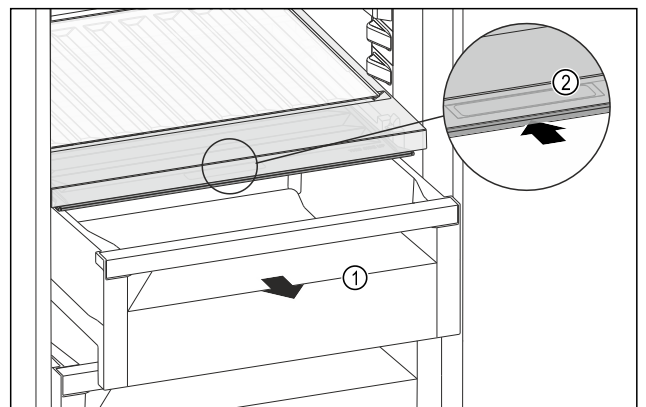

Fig. 147
- ▶ Извлеките выдвижной ящик *Fig. 147 (1)*.
- ▶ Возьмитесь за утопленную ручку *Fig. 147 (2)* на крышке отделения и одновременно введите крышку отделения назад.